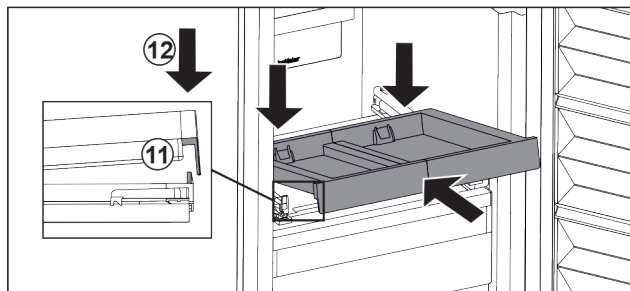

Fig. 29
- Empuje en diagonal. Asegúrese de que el tope está detrás de la pestaña en ambos lados. Fig. 29 (11)
- Encaje la balda extraíble de parte delantera. Fig. 29 (12)